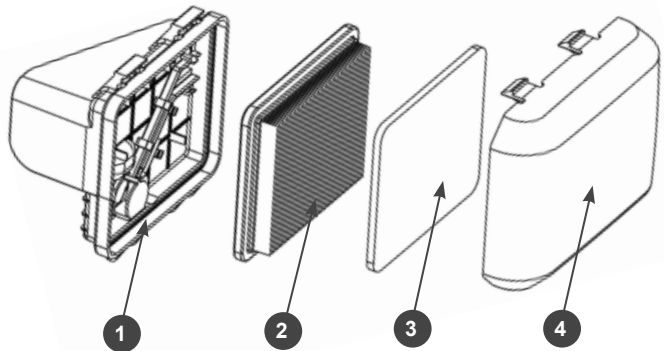

Рис.6
1. Отожмите защелку и снимите крышку воздушного фильтра (Рис.6)